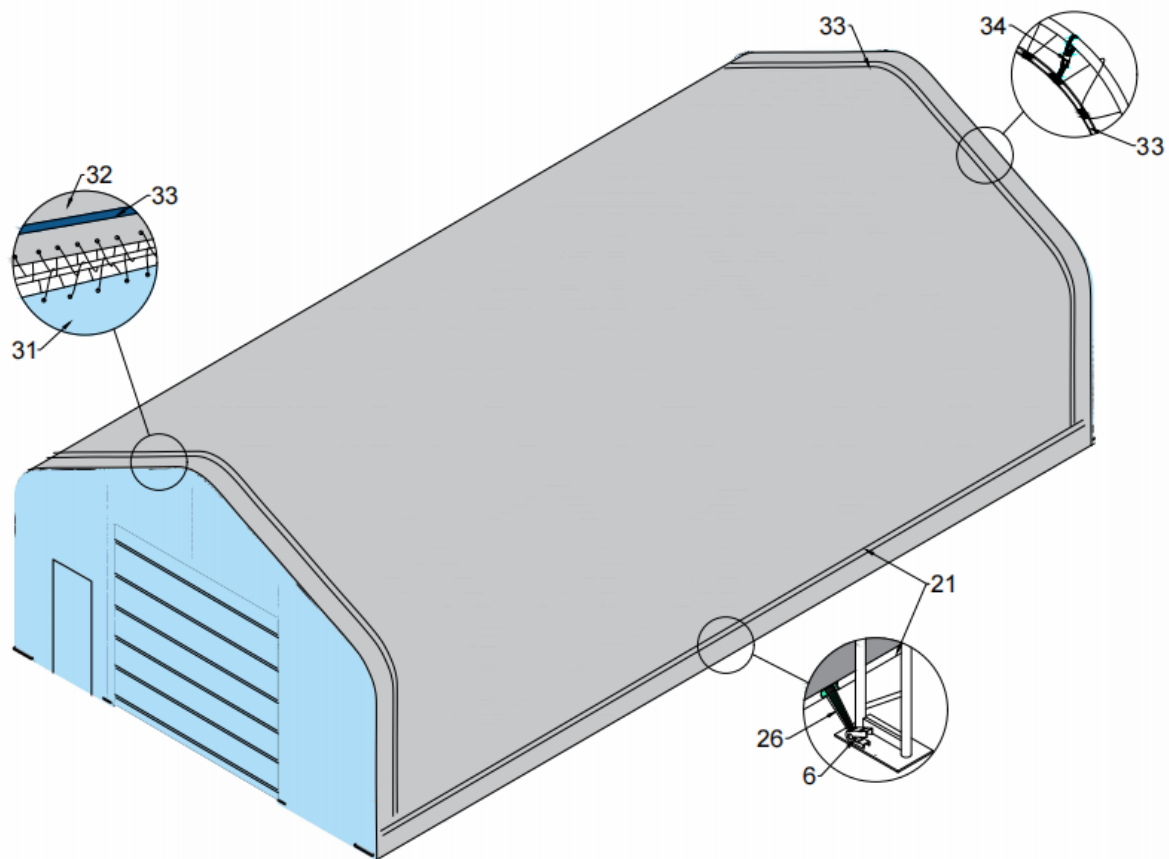

Figur 9
3. Med tältduken dragen över ramen (se figur 9 och 10), för in spännrören (nr 21) i fickorna på vardera sidan av tältduken, skär ett hål för spärrbandets rem (nr 26) och fäst änden av röret från tältduken på spärrbandet (nr 6).